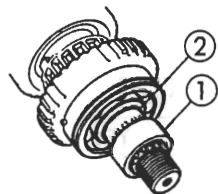

Bild 280
- 600 F: Neuen O-Ring ② und Distanzbuchse ① auf Antriebswelle anbringen (Bild 280).